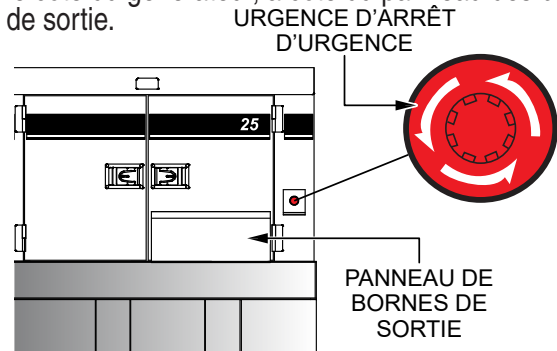

Figure 61. Interrupteur d'arrêt d'urgence
1. Pour arrêter le moteur en cas d'urgence, appuyez sur l'interrupteur d'arrêt d'urgence (Figure 61), situé sur le côté du générateur, à côté du panneau des bornes de sortie.